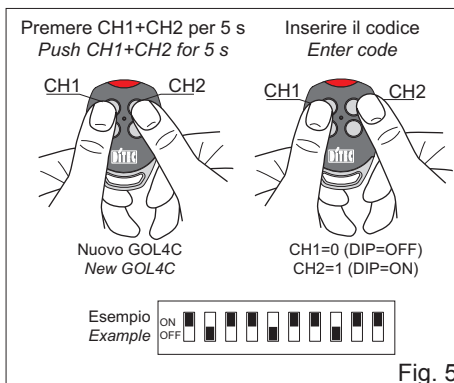

Fig. 5
7. CLONAGE GOL4C PAR INTRODUCTION D'UN CODE (fig. 5)
- Entrer un code formé de 10 numéros en appuyant sur CH1=0 (OFF) ou CH2=1 (ON). On a 5 s. à disposition entre une pression et l'autre.
7. KLONIERUNG GOL4C DURCH EINGABE DES CODES (Abb. 5)
- Einen Code von 10 Ziffern durch Drücken von CH1=0 (OFF) oder CH2=1 (ON) eingeben. Zwischen dem zweimaligen Drücken hat man 5 s lang Zeit.